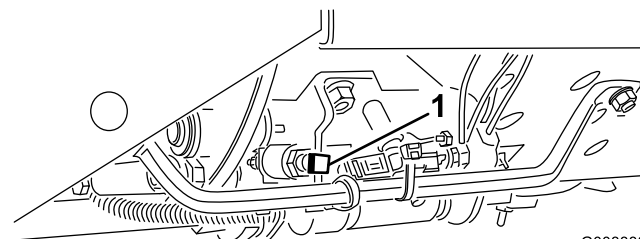

Figura 21
**Importante:** La velocità di tosatura viene impostata in fabbrica a 9,7 km/h. Regolando la vite di arresto della velocità (Figura 21) è possibile aumentarla o ridurla.